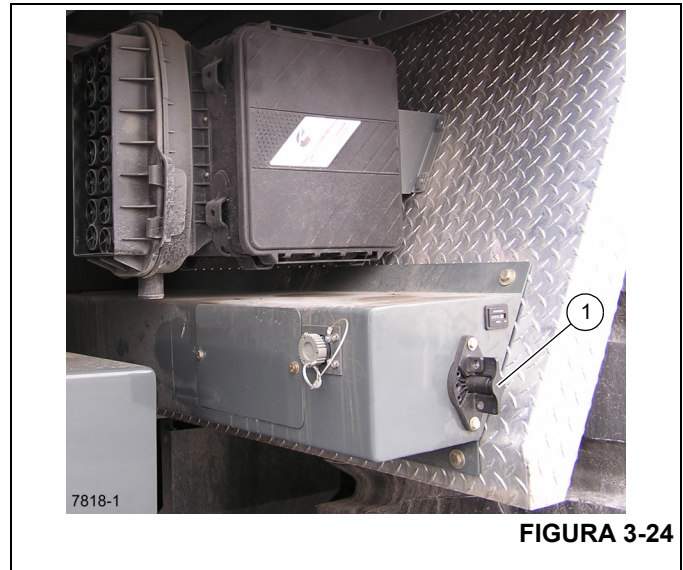

FIGURA 3-24
13. Use el interruptor (1, Figura 3-24) para desconectar las baterías (posición ilustrada), si la máquina estará inactiva por más de 24 horas.